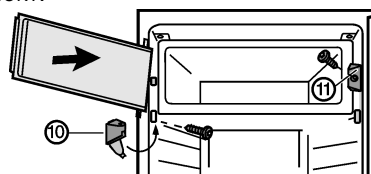

Fig. 7 *
- ▶ Встановіть замок Fig. 7 (11)*
- ▶ Встановіть опорний кронштейн Fig. 7 (10) і закрийте кришку.*